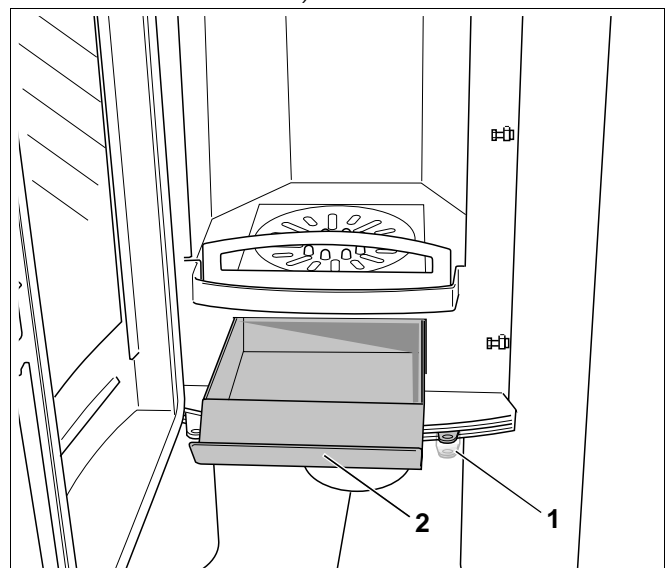

Abb. 20 Asche abrütteln
Achten Sie darauf, dass der Aschekasten Abb. 20, **Pos. 2**) nie ganz gefüllt ist, da die Asche den Zutritt der primären Verbrennungsluft verhindern könnte.
- Rütteln Sie die Asche mit Hilfe der Rüttelstange (Abb. 20, **Pos. 1**) mehrmals ab.